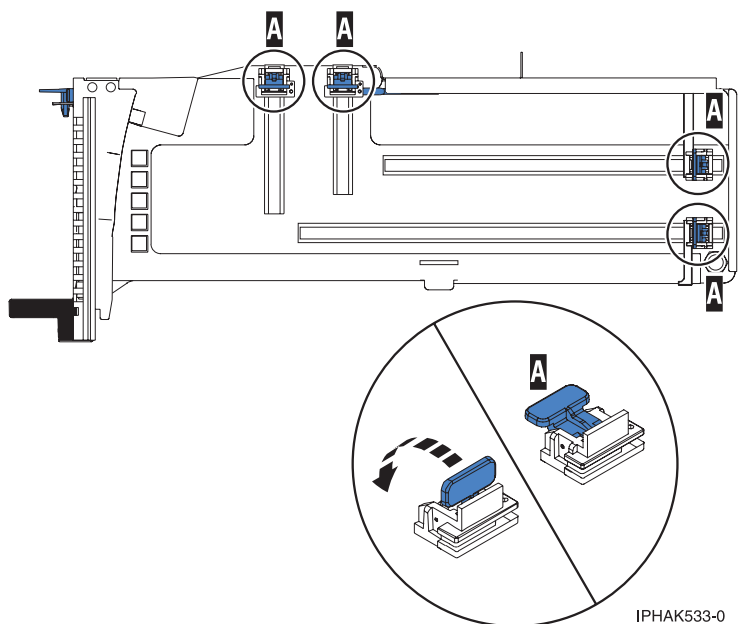

Figura 85. Peces de retenció de l'adaptador
- b. Assegureu-vos que totes les peces de retenció de l'adaptador (**A**) s'han tret de les vores del casset per tal de permetre la col·locació de l'adaptador. Consulteu Figura 85 a la pàgina 94.